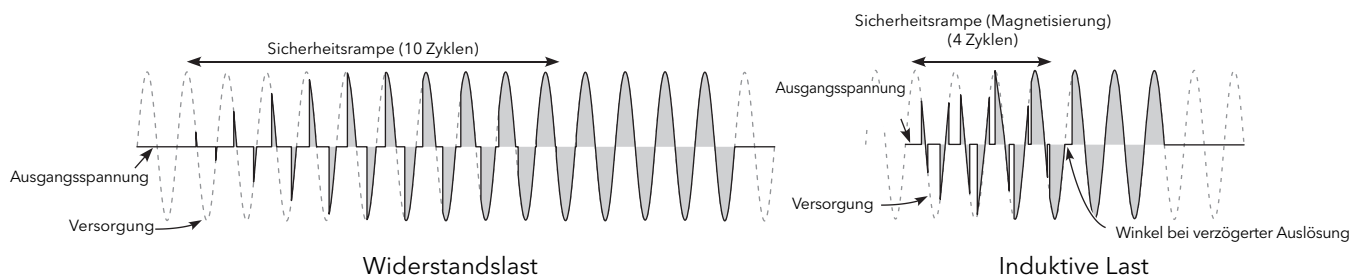

Abbildung 87 Beispiele für Sicherheitsrampen (Impulsgruppenbetrieb)
- „Safety Ramp“** Zeigt die Dauer der Sicherheitsrampe in Netzspannungszyklen (0 bis 255) an, die beim Hochfahren gilt. Die Rampe ist entweder eine Phasenanschnitt-Rampe von null zum verlangten Zielphasenanschnitt oder von 0 bis 100% bei Impulsgruppenbetrieb, siehe Abbildung 87. Für den intelligenten Halbwellenbetrieb (IHC) ist die Sicherheitsrampe nicht anwendbar.